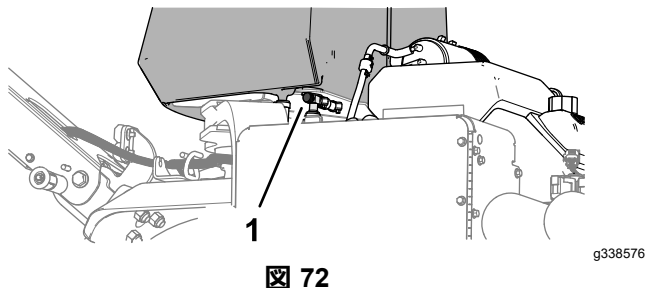

図 72
5. マシンを搬送する時や格納保管する時には燃料バルブを閉じる図 72。